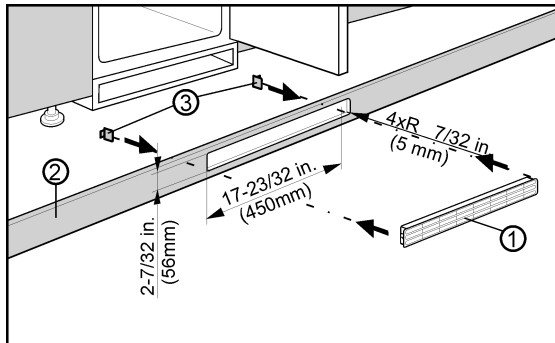

Fig. 7
La ventilación inferior a través del fondo del mueble de cocina se puede practicar con la rejilla de aire *Fig. 7 (3)* suministrada o mediante un orificio de ventilación con un área de sección transversal de al menos 31 in² (200 cm²). Si utiliza la rejilla de aire *Fig. 7 (1)* suministrada, proceda de la siguiente manera:
- ▶ Instale la rejilla de aire *Fig. 7 (1)* en el hueco del fondo del mueble de cocina *Fig. 7 (2)*.
- ▶ Inserte los conectores de resorte *Fig. 7 (3)* por detrás en la rejilla hasta que los ganchos toquen el fondo del mueble de cocina.